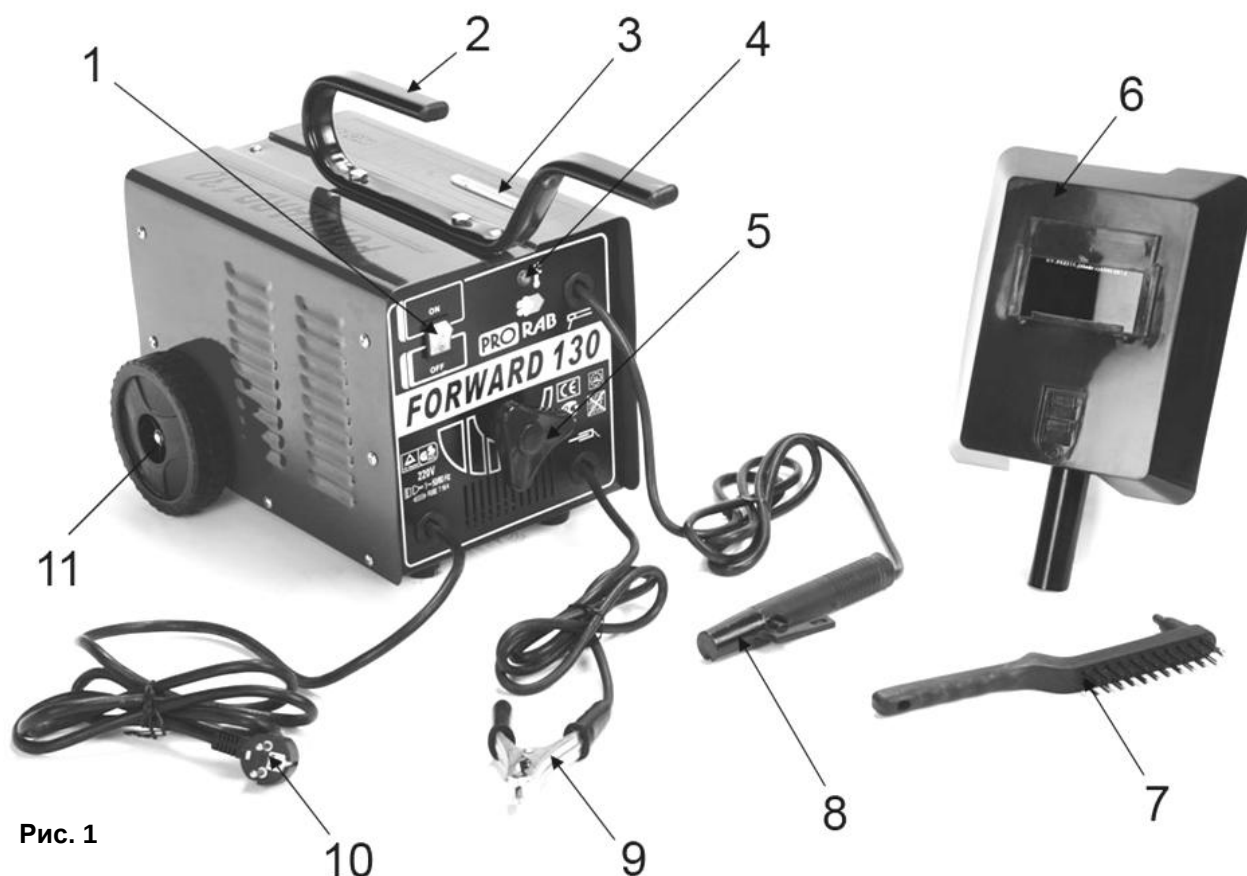

Рис. 1
- На передней панели расположены: шкала индикатора силы тока (3) (См. Рис.1), индикатор термостата (4), поворотная рукоятка регулятора силы тока (5), силовые сварочные кабели с электрододержателем (8) и зажимом заземления (9). На задней панели расположена клавиша пускового выключателя (7).
- Настройка аппарата на необходимую величину сварочного тока производится поворотом рукоятки (5).
- Подвод электроэнергии к аппарату осуществляется через сетевой шнур (10).
- Для удобной транспортировки аппарата, на корпусе установлена специальная ручка (2) и колеса (11).
- Нажмите на зажим электрода на ручке электрододержателя (8)(См. Рис.1), и установите нужный по диаметру электрод.
- Надежно закрепите на свариваемой детали зажим – заземлитель (9).
- Подключите аппарат к электрической сети и включите его. Для этого нажмите на клавишу пускового выключателя (1), приведя ее из «О» (ВЫКЛ) в положение «I» (ВКЛ).
- С помощью регулятора (5) настройте величину сварочного тока в соответствии с режимом сварки.
- Уровень выставленной величины тока можно контролировать на шкале (3).
- Держа защитную маску (6) перед своим лицом, «чиркните» электродом по поверхности свариваемой детали (как при зажигании спичкой). Это наиболее продуктивный метод зажигания сварочной дуги.